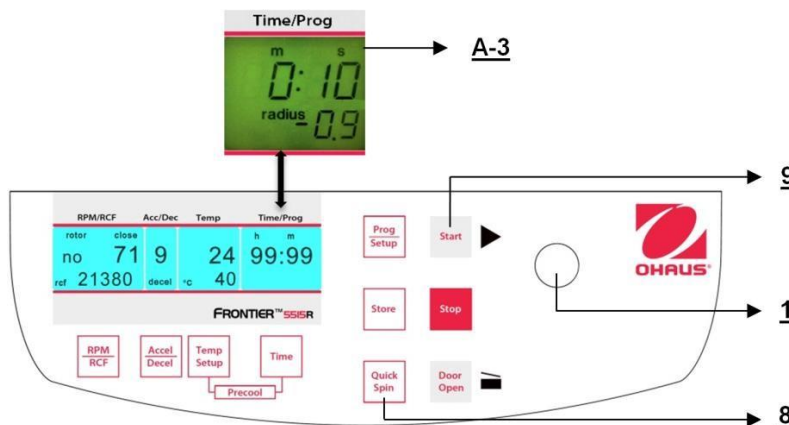

Figure. 29
La centrifugeuse peut être démarrée avec la touche "**Start**" (9) (voir la figure 29) ou avec la touche "**Quick Spin**" (8). Avec la touche "**Start**" (9), l'utilisateur peut démarrer des centrifugations mémorisées ou exécuter une centrifugation avec des paramètres présélectionnés manuellement.